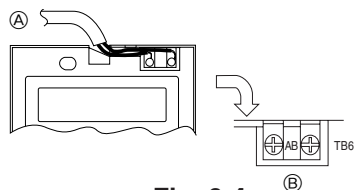

Fig. 6-4
2) Procedure di collegamento (Fig. 6-4)
① Collegare il cavo del telecomando al blocco terminale.